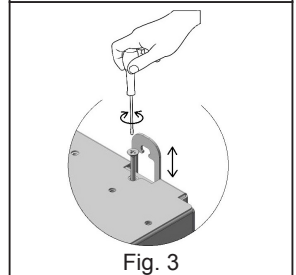

Fig. 3
- b) Nivellerende brakett som festes på baksiden med medfølgende ekspansjonsplugger (Fig. 3)